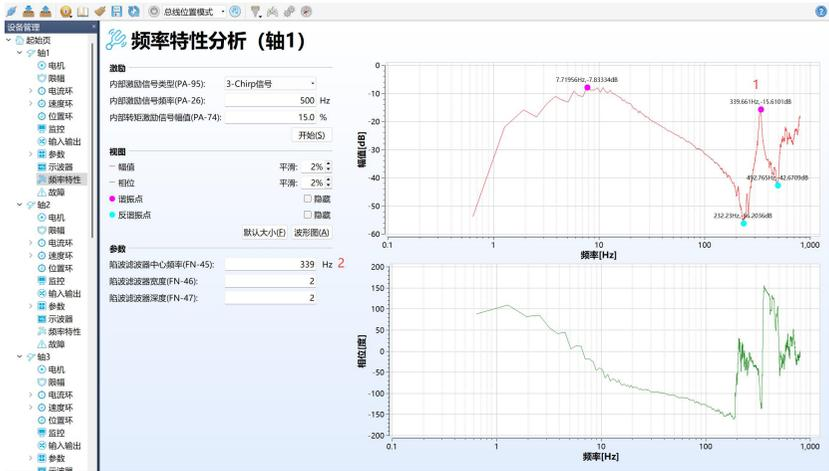

图 5-26 陷波频率分析界面
- ②选择谐振点最大值输入到 Fn45 中，如下图 5-26。